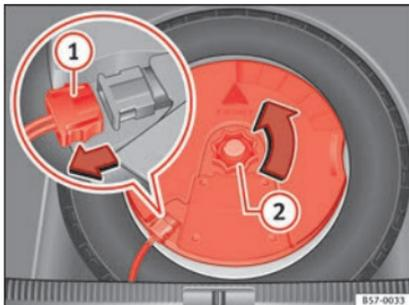

Abb. 256 Im Gepäckraum: Subwoofer ausbauen.
- Klemmen Sie das *Subwoofer*-Lautsprecher-Kabel ab » **Abb. 256 ①**.
- Drehen Sie das Befestigungshandrad entgegen dem Uhrzeigersinn heraus **②**.